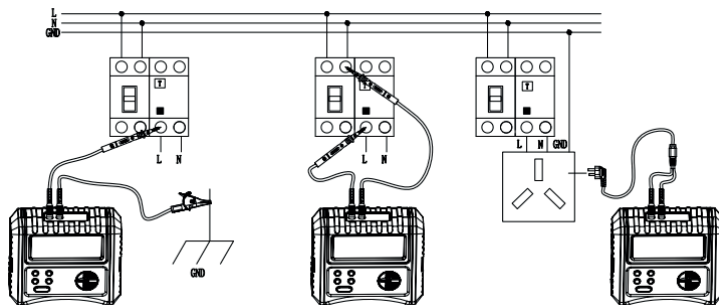

Рисунок 9.1
1. При измерении однофазного УЗО с защитой от утечек, один конец зелёного провода с крокодилом подключается к зелёному входу "E" тестера, а другой — к заземлению; красный щуп вставляется одним концом в красный вход "L", другим — к клемме выхода устройства защиты от утечек (L). Затем нажмите кнопку "TEST". (см. рисунок 9.1 слева).
2. При измерении однофазного УЗО с заземлением, один конец зелёного провода подключается к разъёму "E" тестера, другой — к нулевой линии N; один конец красного провода — к входу "L", другой — к выходу УЗО (L). Нажмите "TEST". (см. рисунок 9.1 по центру).
3. При измерении однофазного УЗО, один конец зелёного провода — в "E", один конец красного — в "L", трёхконтактная вилка подключается к тестируемой розетке (110–253 В). (см. рисунок 9.1 справа).